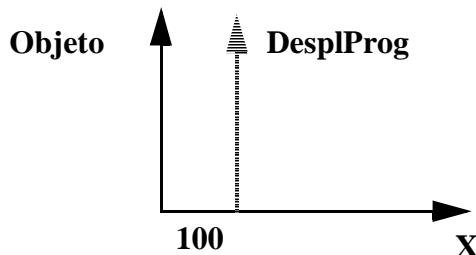

Figura 1 Un desplazamiento de programa de 100 mm en el eje x-.
- El sistema de coordenadas ProgDisp será desplazado de 100 mm del sistema de coordenadas del objeto, en dirección del eje x- positivo (véase la Figura 1).